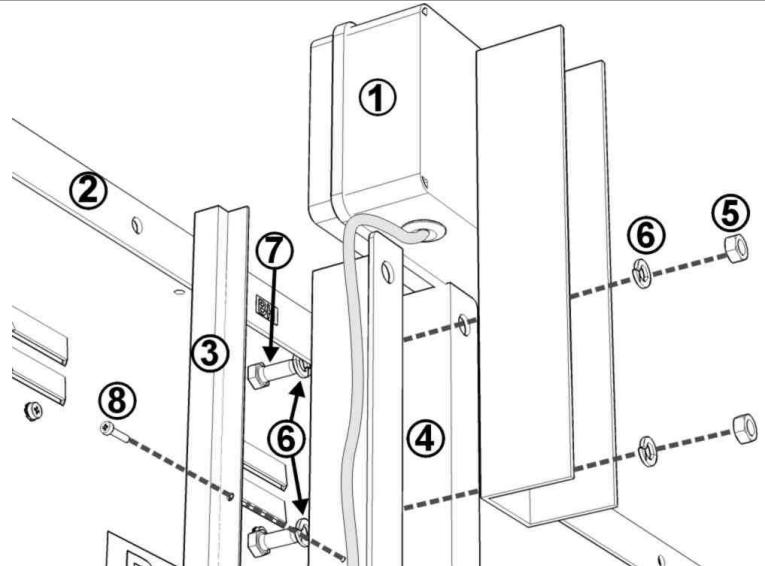

Fig. 2.2: Détail d'installation
- 1) Enlever l'écrou et la rondelle de la vis de fixation supérieure **M8x20** du profil ' Ω ' vertical monté à droite du tableau (vue arrière) (Fig. 2.2).
- 2) Aligner l'étrier de montage du récepteur sur les 2 trous du profil ' Ω ' comme à la Fig. 2.2, puis fixer l'étrier avec les vis **M8x20** et les rondelles et écrous correspondants.
- 3) Monter la goulotte porte-câbles sur le profil ' Ω ' du tableau comme à la Fig. 2.2.